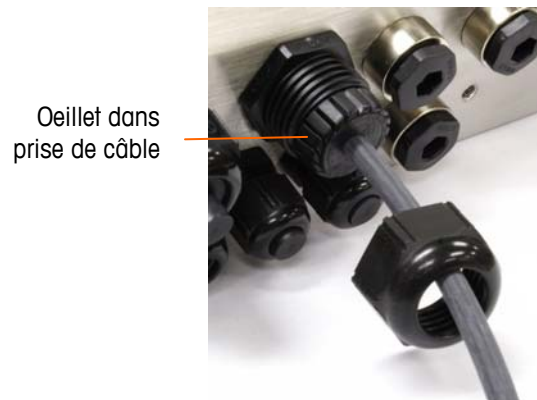

Figure 2-25 : Œillet dans le corps de la prise de câble
- Placez un œillet dans le corps de la prise du câble (voir la Figure 2-25).